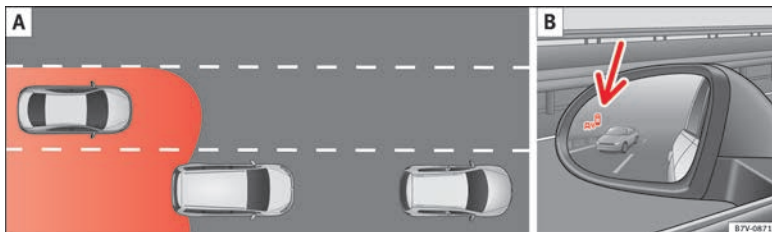

Abb. 224 Schematische Darstellung: **A** Überholvorgang mit Verkehr im hinteren Bereich. **B** Anzeige des Blind-Spot-Assistenten im Außenspiegel links.
In nachfolgenden Situationen erfolgt im Außenspiegel eine Anzeige »» **Abb. 224 B** (Pfeil) oder »» **Abb. 225 B** (Pfeil):
- Bei einer Überholung durch ein anderes Fahrzeug »» **Abb. 224 A**.